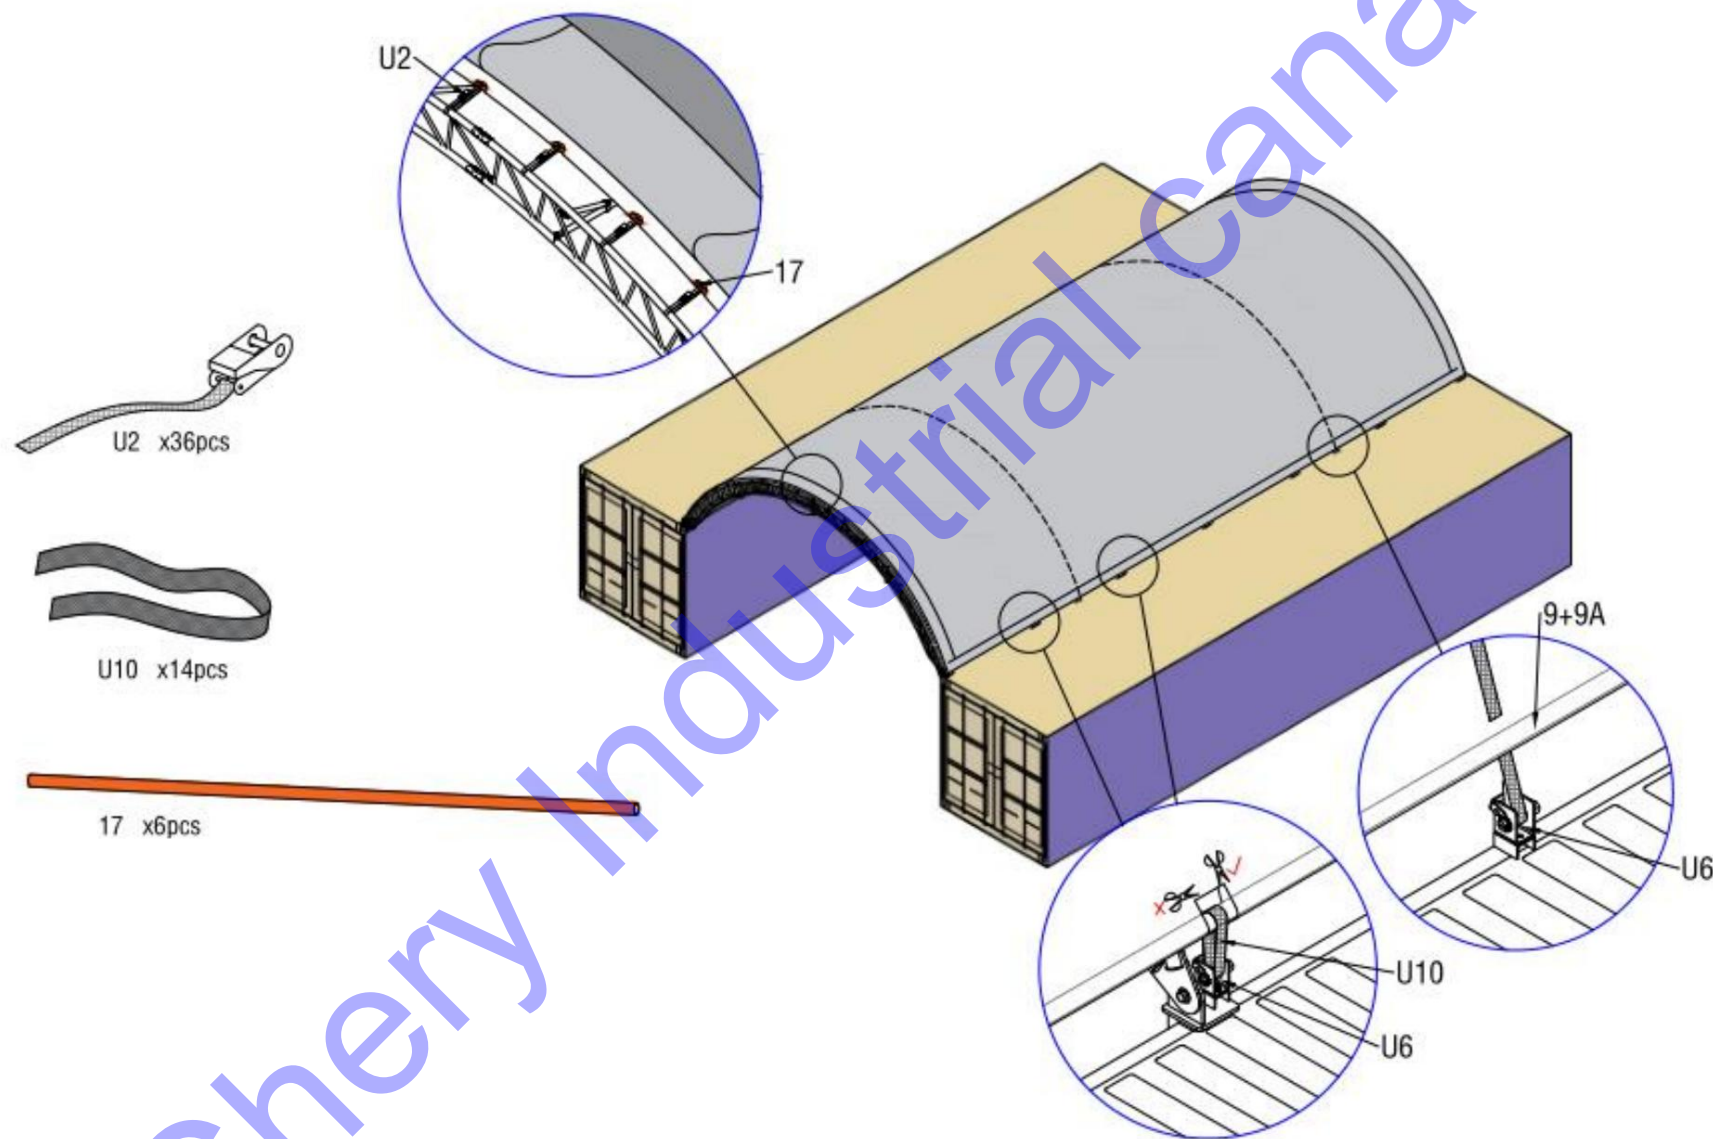

Figure 12
4. Insérez le tube PPR (pièce n° 17) dans l'extrémité de la couverture de toit à l'aide d'un petit cliquet et de sangles (pièce n° U2) jusqu'à l'arche, comme illustré à la figure 12. Découpez ensuite la poche inférieure de la couverture de tension en fonction de l'emplacement de la plaque de base (veuillez noter le sens de coupe, la découpe doit être perpendiculaire à la poche de la couverture, comme illustré à la figure 12). Insérez les sangles en nylon (pièce n° U10) dans le treuil, actionnez les sangles à cliquet d'avant en arrière pour serrer la couverture de toit. La couverture de toit doit être correctement serrée, sans être trop serrée.